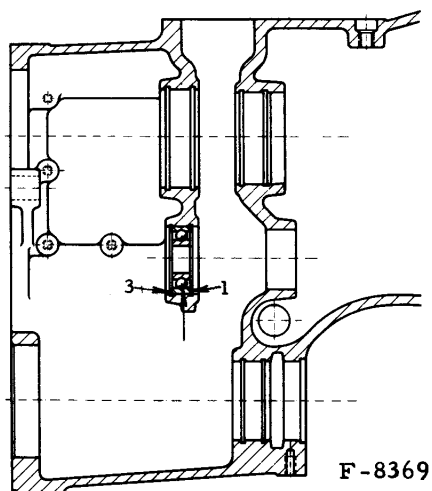

Fig. 58. — Montage du roulement de l'arbre intermédiaire.
- Placez le circlip avant (1) du roulement arrière de l'arbre intermédiaire (figure 58).
- Montez le roulement arrière (2) et mettez en place le circlip arrière (3).